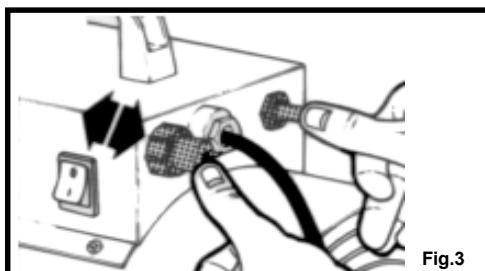

Fig.3
3. Carregar a fundo no botão-gás e, mantendo-o carregado, accionar repetidas vezes o acendimento piezoeléctrico (ver fig. 3).